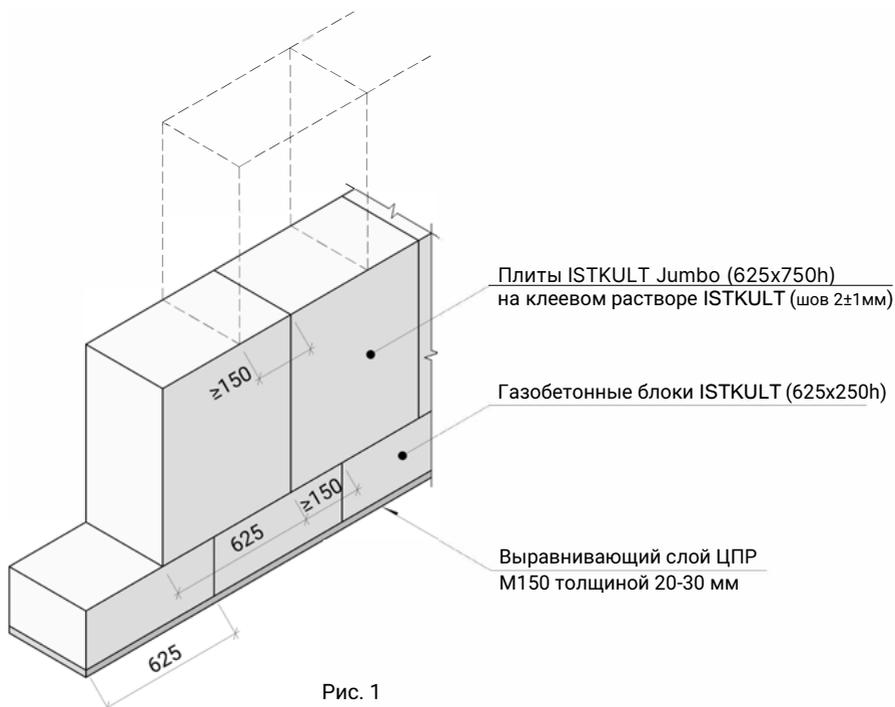

Рис. 1
**1** Перед кладкой несущих стен с применением газобетонных плит и блоков ISTKULT Jumbo, необходимо выполнить кладку одного ряда стандартных газобетонных блоков ISTKULT высотой 250 мм и шириной не менее ширины применяемых плит/блоков ISTKULT Jumbo. (Рис. 1). В ненесущих стенах (при поэтажном опирании, заполнение каркаса здания) для первого ряда кладки допускается применять блоки высотой согласно проектным решениям.
Первый ряд кладки выполняется на выравнивающий слой кладочного цементно-песчаного раствора (ЦПР) марки не менее М150 толщиной 20–30 мм. Блоки склеиваются между собой стандартным клеевым раствором ISTKULT. (Рис. 1)
**4** Глубина продольной (плашковой) перевязки плит и блоков ISTKULT Jumbo должна быть не менее 150 мм (0.2h, h — высота ISTKULT Jumbo 750 мм). (Рис. 1). Глубина продольной (плашковой) перевязки ISTKULT Jumbo S должна быть не менее 100 мм (0.2h, h — высота ISTKULT Jumbo S 500 мм).